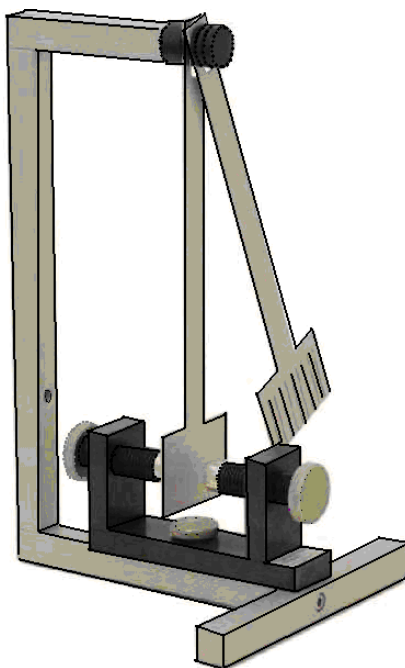

Рисунок 7.3
1. Собрать схему (рис.7.3), для этого подвесить гладкий маятник и маятник с канавками в соседние резьбовые отверстия верхней перекладки, а полюса магнита расположить вертикально. Установить межполюсный зазор магнита $10-30$ мм.
3. В схеме на рис.7.3 вместо маятника в резьбовое отверстие верхней переключины подвесить алюминиевый стержень, а полюса магнита расположить горизонтально. Установить межполюсный зазор 60-65 мм (чуть шире длины самого стержня). Середина межполюсного зазора магнита должна находиться примерно под точкой подвеса стержня на переключине.